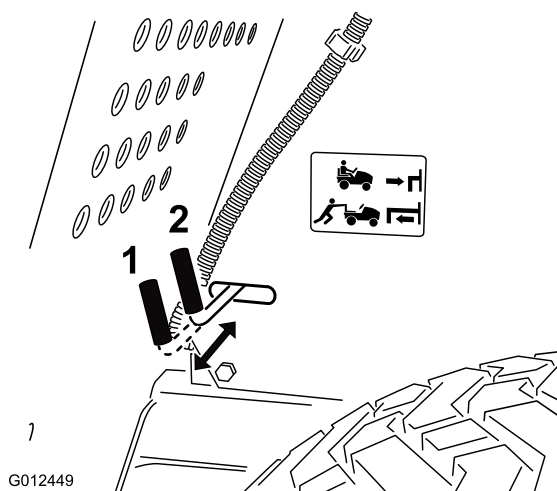

Figura 13
7. Estraete il comando della trazione, situato dietro la ruota posteriore destra, in posizione di spinta (Push) (Figura 13).
2. Inserite il comando della trazione in posizione di funzionamento (Figura 13) per ingranare la trazione.